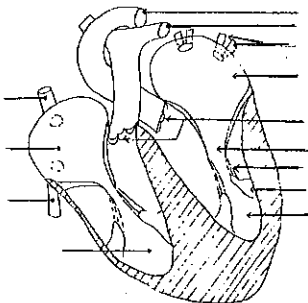

Figure 1
- I-1 Complétez la figure 1 en indiquant le nom de chacune des structures désignées par une flèche.